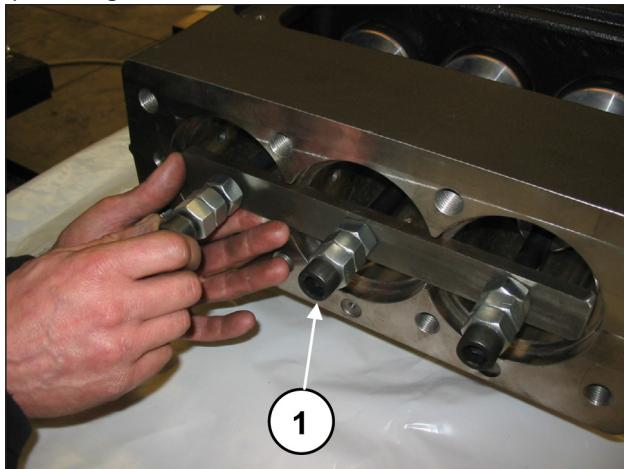
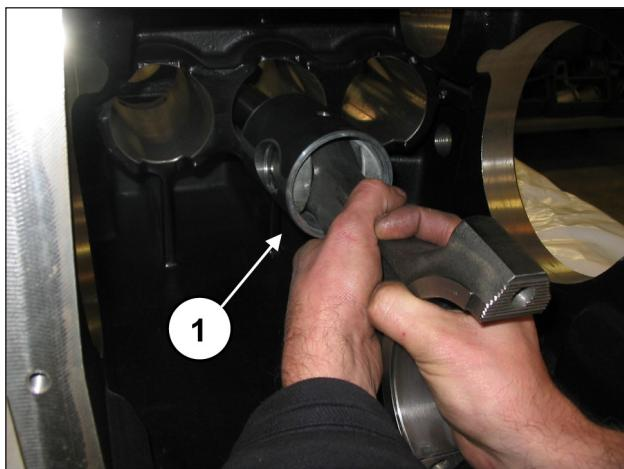

Fig. 40
Fig. 41
Procedere a svitare le viti dell'attrezzo cod. 27566200 per sbloccare le bielle (pos. ①, Fig. 40) e successivamente estrarre i gruppi biella-guida pistone dall'apertura posteriore del carter (pos. ①, Fig. 41).
Dopo aver verificato la perfetta pulizia del carter inserire il gruppo semibiella-guida pistone all'interno delle canne del carter (pos. ①, Fig. 41).
Bloccare i tre gruppi utilizzando l'apposito attrezzo cod. 27566200 (pos. ①, Fig. 40).
Rimuovere l'attrezzo per il bloccaggio delle bielle cod. 27566200 (pos. ①, Fig. 40) e far scorrere le bielle all'indietro fino ad arrivare a contatto con l'albero a gomiti.